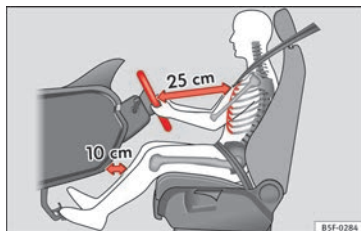

Abb. 84 Der richtige Abstand des Fahrers zum Lenkrad.
- Stellen Sie das Lenkrad so ein, dass der Abstand zwischen Lenkrad und Brustkorb mindestens 25 cm beträgt »» **Abb. 84**.
- Stellen Sie den Fahrersitz so ein, dass zwischen Ihrem Brustkorb und der Lenkradmitte ein Abstand von mindestens 25 cm vorhanden ist »» Abb. 84. Beträgt der Abstand weniger als 25 cm, kann Sie das Airbag-System nicht richtig schützen.